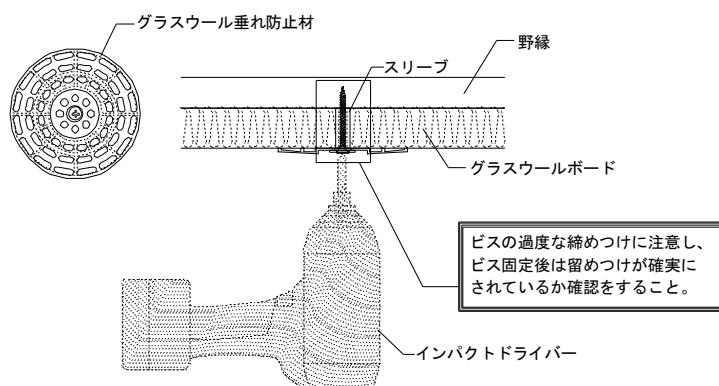

図 2-11-2 ガラスウール垂れ防止材の設置注意事項
- ・ ガラスウール垂れ防止材固定時は、ビスの締め過ぎにより仕上げ面にシワがよらないように低速で締めつけ、野縁とのビス穴が広がらないように内部のスリーブが野縁に接触した後も過度な締めつけをしないこと。(図 2-11-2 参照)